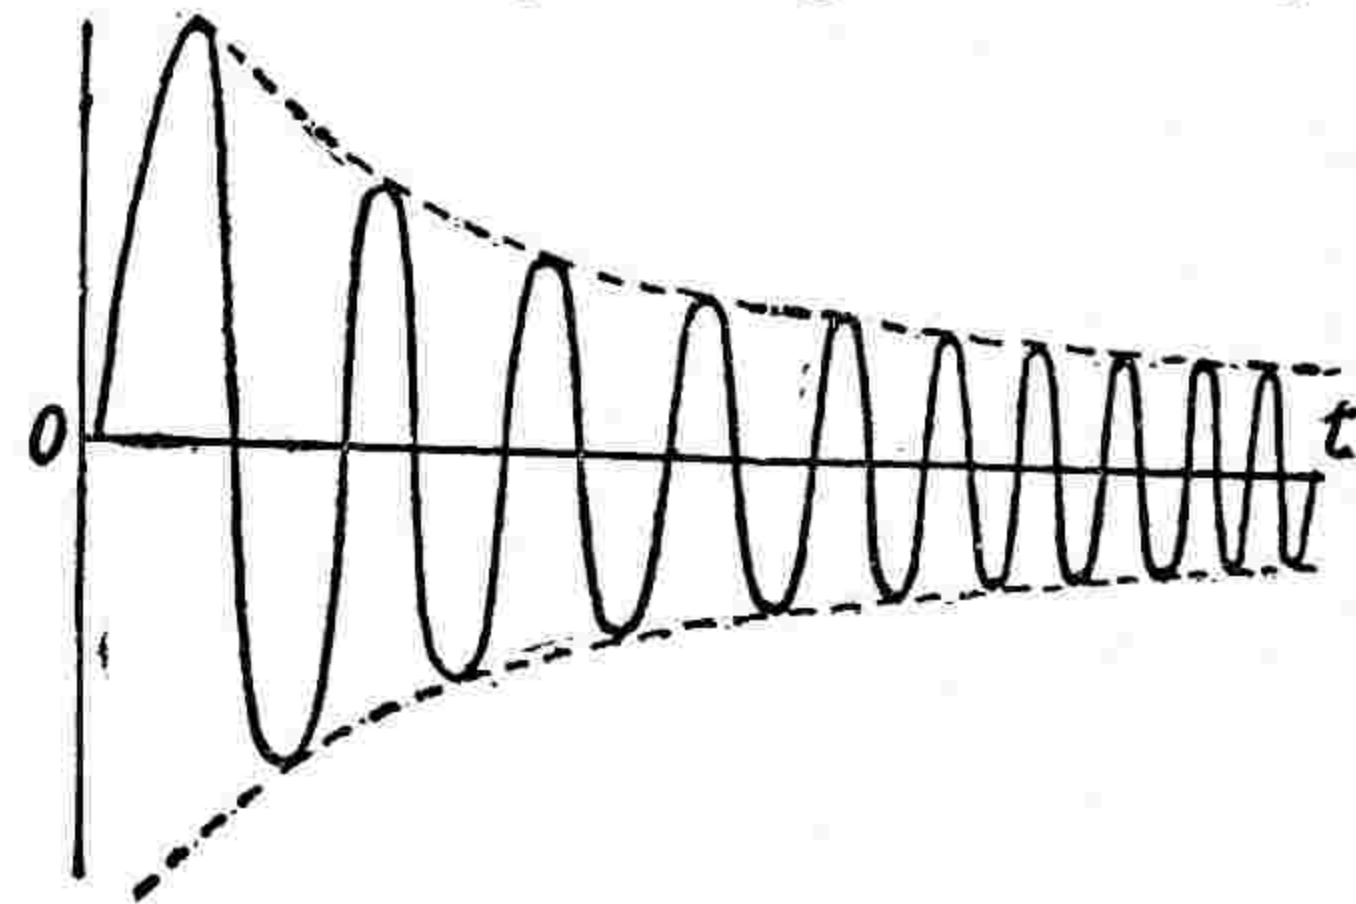

FIG. 11. — Onde amortie en fonction du temps.
**ONDES AMORTIES (Classe B).** Ondes composées de séries successives d'oscillations, dont l'amplitude, après avoir atteint un maximum, décroît ensuite graduellement (fig. 11).